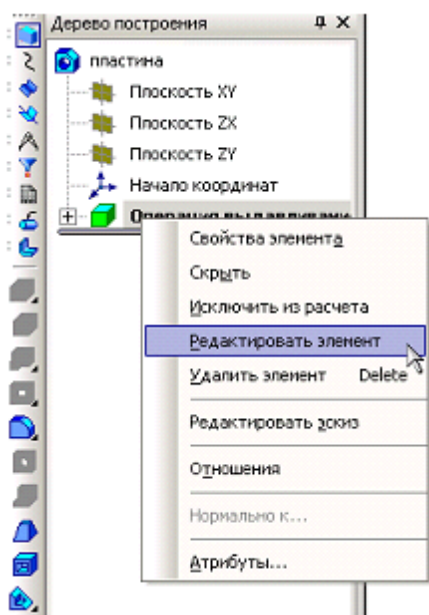

Рис. 3.1.14
12. Змініть конструкцію деталі. Виконайте деталь, що має товщину стінки, рівну 2 мм. Для цього відредагуйте елемент (операцію). Клацанням лівої кнопки миші в **Дереве построения** активізуйте операцію **Выдавливание**, натисніть праву кнопку миші і виберіть з меню **Редактировать элемент** (рис. 3.1.14).